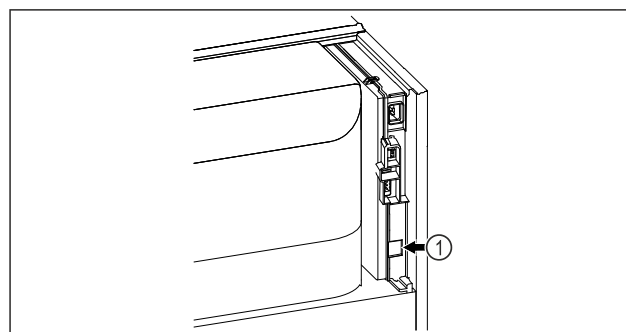

Fig. 86
- SmartModule Fig. 86 (1) er satt inn.